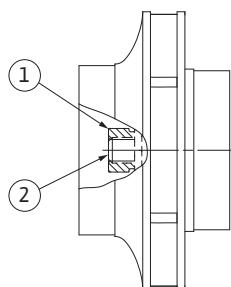

Fig. 53: Korrekte Lage der Laufradmutter nach der Montage
29. Welle festhalten (siehe Handlungsschritt 24) und die Laufradmutter mit dem vorgeschriebenen Anzugsmoment festziehen (siehe Auflistung „Tabelle 11: Schraubenanzugsmomente“ auf Seite 52). Die Mutter (Fig. 53, Pos. 1) muss ungefähr $\pm 0,5$ mm mit dem Wellenende (Fig. 53, Pos. 2) bündig sein. Sollte dies nicht der Fall sein, die Mutter lösen und Handlungsschritte 25 bis 29 wiederholen.